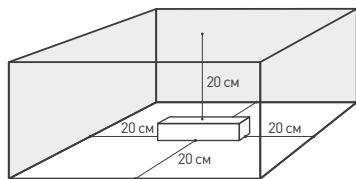

Рис. 3. Свободное пространство вокруг источника.
- 4.2. Для естественной вентиляции обеспечьте свободное пространство вокруг источника питания, см. рисунок 3.